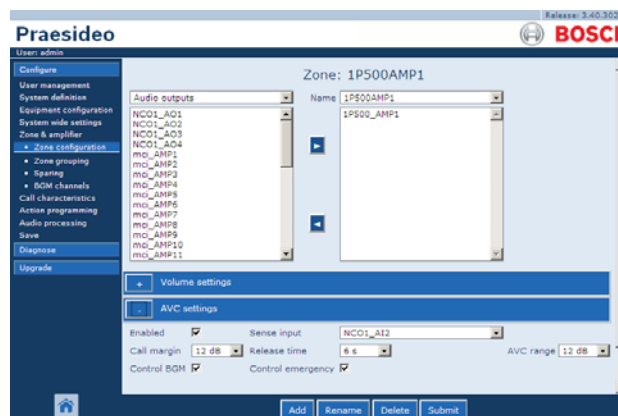

рисунок 50.1: Настройки AVC
Соединения между системой и контрольными микрофонами могут контролироваться (см. раздел 44.3.3). При неисправности чувствительного микрофона зоны, все вызовы в данной зоне распределяются на максимальном уровне громкости, чтобы соответствовать стандартам эвакуации. В случае неисправности контрольного микрофона зоны для затухания фоновой музыки устанавливается диапазон AVC (см. рисунок 50.1). Для предотвращения нежелательных неисправностей контроля, проверьте выполнение следующего:
- 1 Перейдите в категорию *AVC settings* на странице *Zone Configuration*. В основной части веб-интерфейса откроется экран, подобный экрану, приведенному на рисунок 50.1.